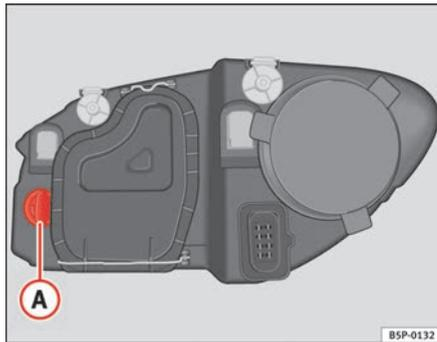

Fig. 183 Lampe du feu clignotant
- Tournez le porte-lampes ⇒ fig. 183 **A** vers la gauche puis tirez.